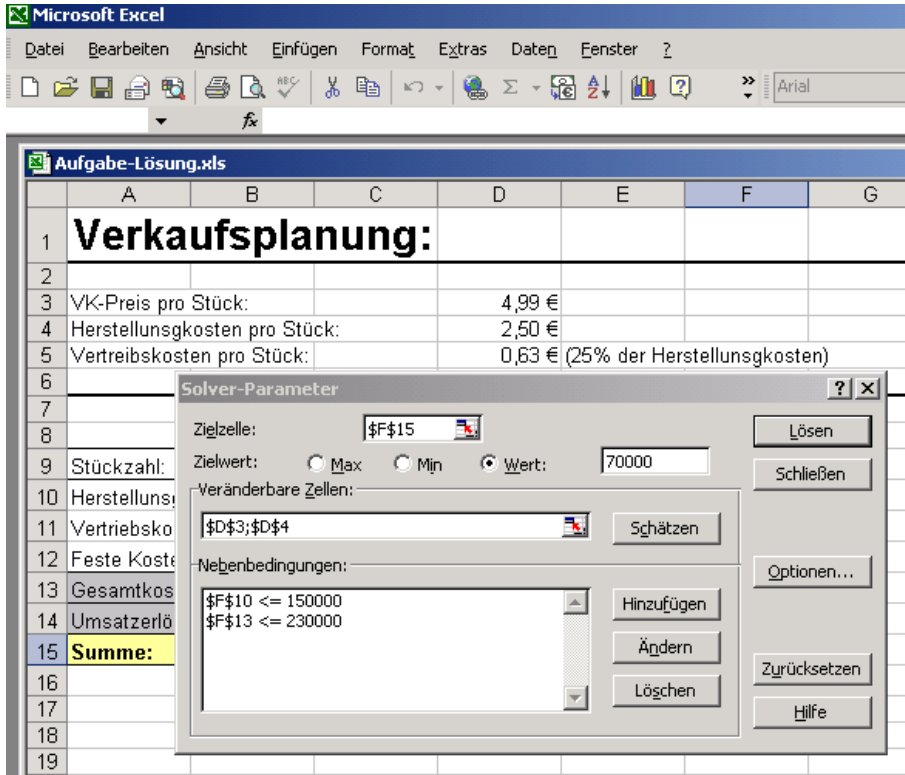

Abbildung 12
- b) Verwendet man Excel, so sollte im „Solver“ unter „Optionen“ der Punkt „Lineares Modell voraussetzen“ gewählt werden (siehe Abbildung 12, nächste Seite).